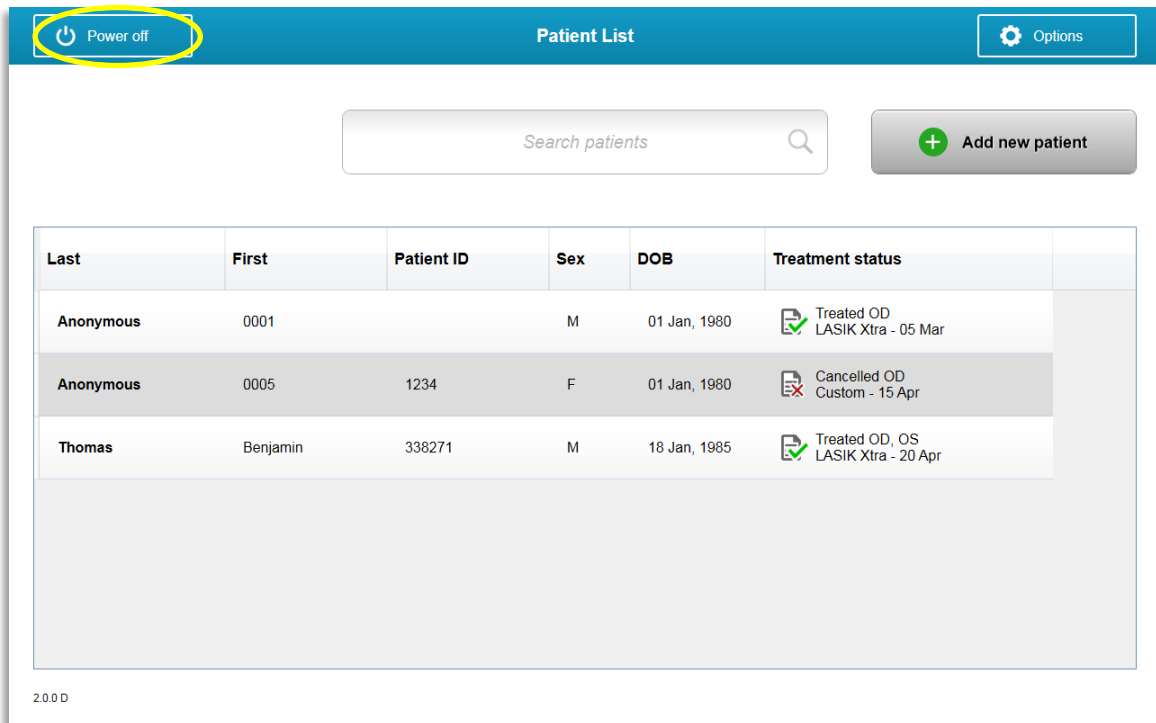

Abbildung 3-47. „Abschalten“ wählen
- Wählen Sie wie in Abbildung 3-47 die Option „Abschalten“ (Power Off) auf dem Startbildschirm „Patientenliste“ (Patient List).